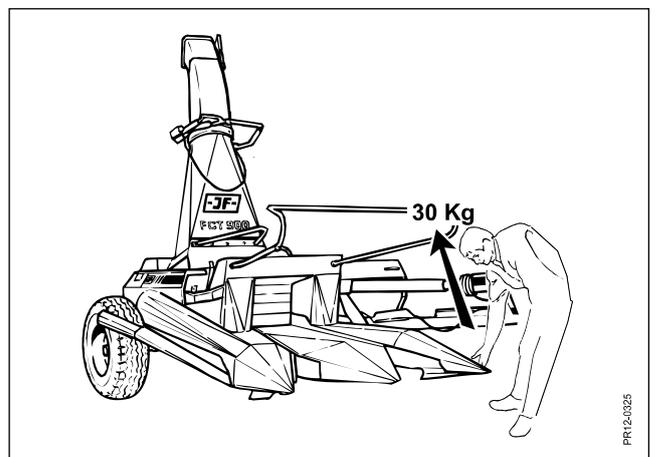

Fig. 3.16
- Fig. 3.16** repose au sol avec un poids maximum de 30 kg.